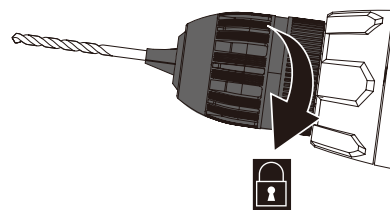

Fig. 3
- > Maintenez la bague de maintien [3] en position et faites tourner la bague de serrage [2] dans le sens horaire jusqu'à ce que le foret/l'embout soit correctement fixé dans le mandrin [1] (Fig. 3).